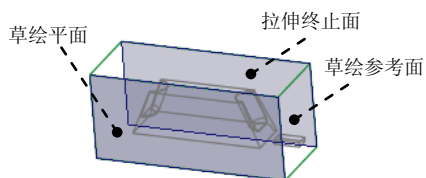

图 12.37 选取拉伸终止面
(1) 单击 **分型面** 功能选项卡 **形状** ▾ 区域中的“拉伸”按钮 ，此时系统弹出“拉伸”操控板。
(2) 定义草绘截面放置属性。右击，从系统弹出的菜单中选择 **定义内部草绘...** 命令；在系统的提示下，选取图 12.37 所示的坯料表面为草绘平面，然后选取图 12.37 所示的坯料表面为参考平面，方向为 **右**。单击 **草绘** 按钮，至此系统进入截面草绘环境。
(4) 设置深度选项。
- ① 在操控板中选取深度类型 （到选定的）。
- ② 调整视图方位，选取图 12.37 所示的坯料表面为拉伸终止面。
- ③ 在操控板中单击  按钮，完成特征的创建。